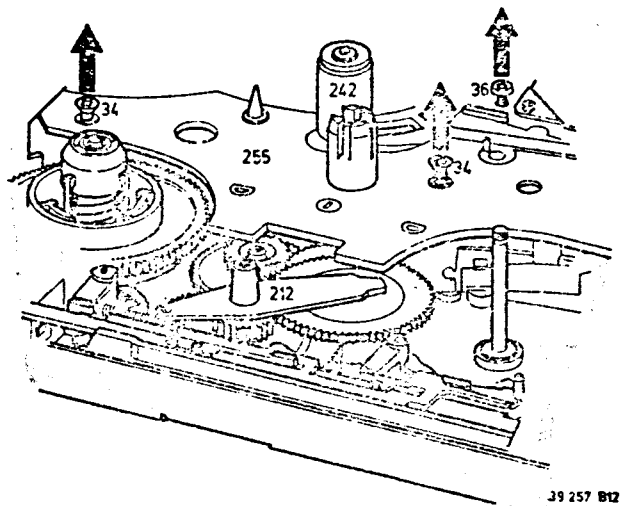

Fig. 3-1-12
- Die vorderen drei Befestigungsschrauben (Oberplatte) losschrauben (ca. 5 mm) und vorne leicht anheben (Abb. 3-1-12).